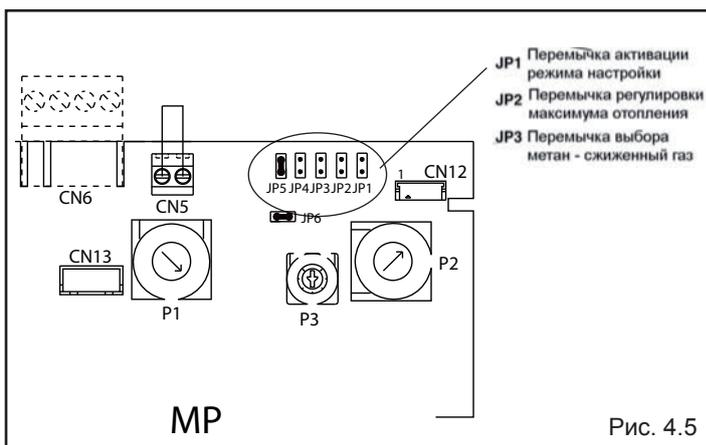

Рис. 4.5
- Установите переключку JP1 (рис. 4.5), при этом ручка, расположенная на панели управления, будет выполнять функцию регулирования минимальной мощности для режима отопления. Регулирование максимальной мощности для режима отопления можно будет осуществлять посредством потенциометра P2;
- Установите переключку JP2 (рис. 4.5)
- На плате управления (рис. 4.5):